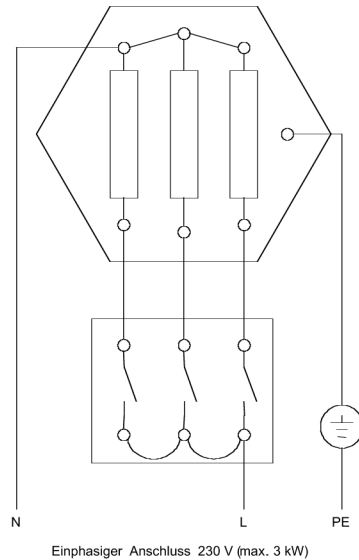

Bild 2
6. Die Einschraubheizkörper ab einer Nennleistung von 2 kW sind serienmäßig dreiphasig 3 - 400 Volt in Sternschaltung geschaltet und für Direktsteuerung ausgelegt. Der Sternpunkt darf nicht mit dem Schutzleiter verbunden sein. Der Heizkörper 1,5 kW ist einphasig 230 V geschaltet. Bei Leistungen bis 3 kW (siehe Tabelle - Anschlussspannung) ist auch ein einphasiger Anschluss mit Direktsteuerung für 230 Volt möglich, wobei der Heizkörper gemäß Bild 2 verschaltet werden muss. Hierzu ist die am Sternpunkt angebrachte Schraubklemme vorgesehen. Dies darf ausschließlich durch einen Elektrofachmann ausgeführt werden. Die Brücken sind an den Schraubklemmen des Reglers aus 1,5 mm² Kupfer herzustellen.